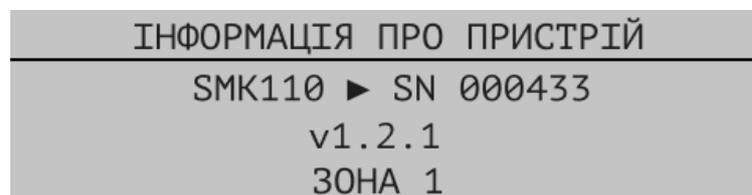

Рисунок 10.2.2 – Вікно інформації про пристрій
10.2.1.2 Для перегляду інформації про наявний пристрій потрібно перейти до нього за допомогою кнопок  та  та натиснути кнопку [F1]. На дисплеї ППКП відображається вікно, наведене на Рис. 10.2.2.